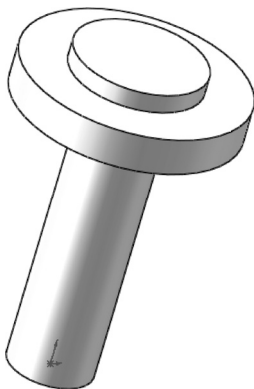

图 13-12 旋转后的图形
**03** 旋转实体。选择菜单栏中的“插入”→“凸台/基体”→“旋转”命令，或者单击“特征”控制面板中的“旋转凸台/基体”按钮，此时系统弹出图 13-11 所示的“旋转”属性管理器。按照图示设置后，然后单击属性管理器中的“确定”按钮，结果如图 13-12 所示。
**01** 设置基准面。选择图 13-12 中上表平面作为基准面，单击“前导视图”工具栏中的“正视图”按钮，新建草图。